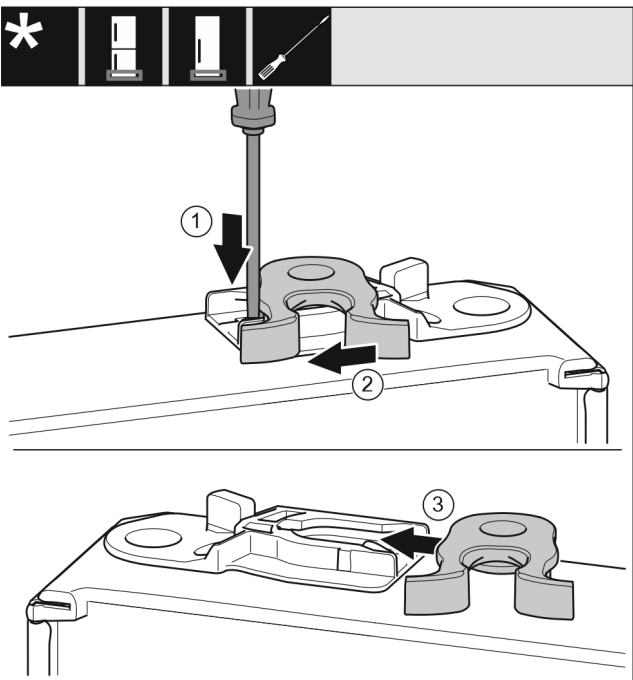

Fig. 17
- ▶ Нажмите шлицевой отверткой на накладку вниз. Fig. 17 (1)
- ▶ Выведите запорный крючок из направляющей. Fig. 17 (2)
- ▶ Вставьте запорный крючок в направляющую с другой стороны. Fig. 17 (3)